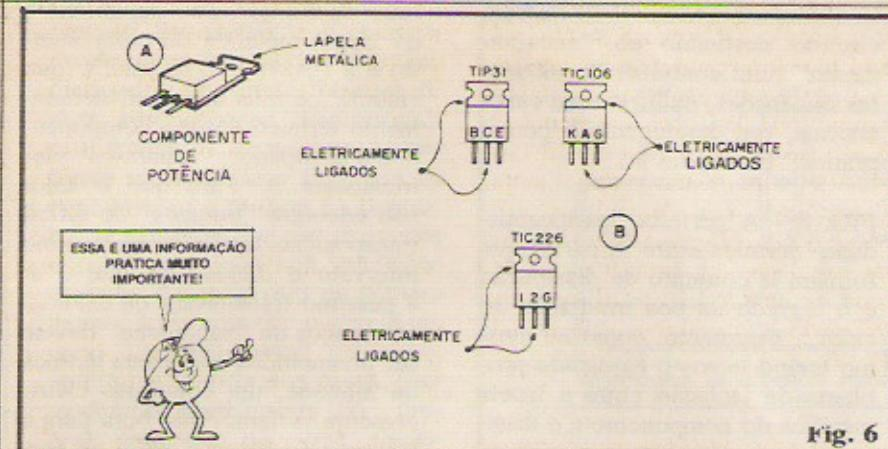

Fig. 6
- FIG. 6-A - Os componentes cujos parâmetros impliquem na "permissão" para trabalharem "quentes", ou apresentam um encapsulamento totalmente metálico, de modo que todo o seu "corpo" pode ser usado para irradiar o calor ou para "transmiti-lo a convenientes dissipadores. Muitas peças dimensionadas para uso industrial, em trabalho "super-pesado", são assim construídas... Entretanto, no dia-a-dia da Eletrônica prática, muito raramente o Lei-
- FIG. 6-B - Um ponto MUITO IMPORTANTE a considerar: em praticamente todos os componentes de potência, as lapelas, orelhas, abas ou superfícies metálicas externas têm conexão elétrica com um dos eletrodos internos e, consequentemente, com um dos terminais externos de ligação da peça! Nos transistores de potência (caso/exemplo do TIP31...), electricamente a lapela metálica corresponde ao terminal de coletor (é fácil verificar-se isso, com a ajuda de um simples PROVADOR DE CONTINUIDADE). Nos SCRs (exemplo: o TIC106...) a aba metálica está electricamente ligada ao terminal de anodo. Nos TRIACs (caso do TIC226, por exemplo...), a parte metálica externa encontra-se ligada ao terminal “2” (um dos eletrodos de